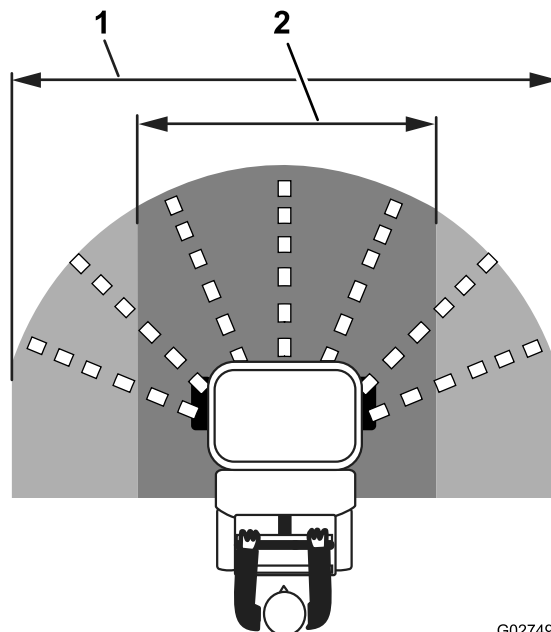

図 40
4. ナローまたはワイド撒布インペラゲートを開いて撒布を開始する 図 40。